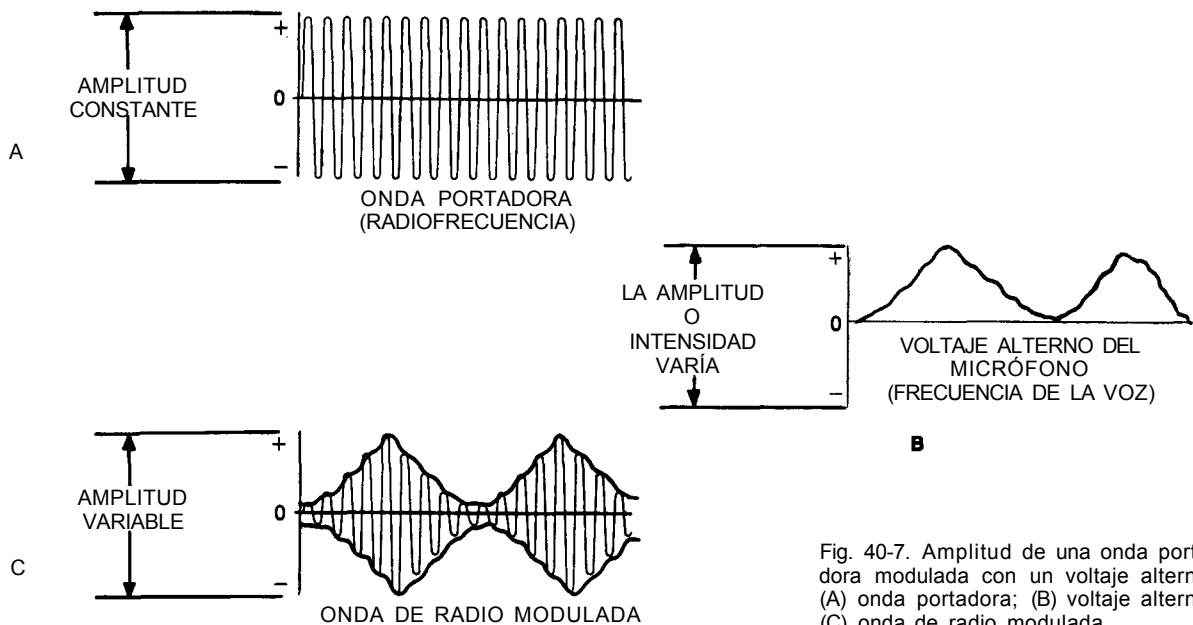

Fig. 40-7. Amplitud de una onda portadora modulada con un voltaje alterno: (A) onda portadora; (B) voltaje alterno; (C) onda de radio modulada.
Al hacer incidir ondas sonoras en un micrófono, se produce una corriente eléctrica variable (Fig. 40-6). La salida del micrófono se alimenta después en el oscilador. Ahí se combinan la onda portadora y la de audio. La modulación permite a la onda portadora transportar la información de un lugar a otro mediante energía electromagnética (Fig. 40-7). Luego, en el receptor se extrae esta información de la onda portadora mediante circuitos especiales en el radioreceptor.
**Modulación de amplitud y frecuencia.** La onda de radio modulada se desarrolla combinando la portadora de onda y la corriente alterna de un micrófono. Nótese que la frecuencia de la onda portadora no cambia después de la modulación (Fig. 40-7). La corriente alterna del micrófono modula la onda portadora provocando que su amplitud o intensidad aumente y disminuya. Este proceso se llama modulación de amplitud, *MA* (AM: amplitud modulation).